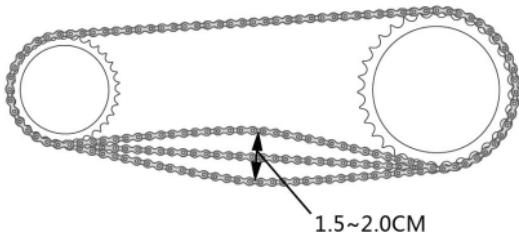

Figura 12
2. Tirare all'indietro la ruota fino a creare uno spazio di movimento di 1,5~2,0 cm nella catena (vedere la figura 12).